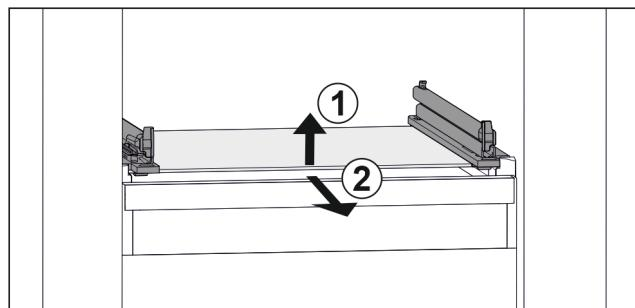

Fig. 153 Príklad zobrazenia sklenej dosky
- Nadvihnite sklenenú dosku vpred. Fig. 153 (1)
► Odoberte sklenenú dosku dopredu. Fig. 153 (2)